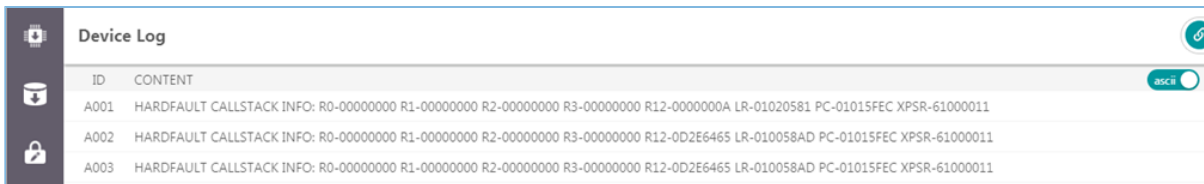

图 3-46 以字符形式显示日志
-  **ascii**：开关按钮切换至“ascii”，表示以字符形式显示日志信息，如图 3-46 所示。